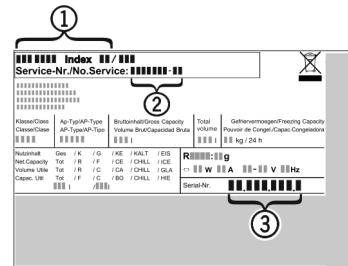

Fig. 11
- ▶ Z nazivne ploščice odčitajte oznako aparata Fig. 11 (1), servisno št. Fig. 11 (2) in serijsko št. Fig. 11 (3). Nazivna ploščica se nahaja na levi strani notranosti aparata.
- ▶ Obvestite servisno službo in jim povejte, za kakšno napako gre, povejte pa tudi oznako aparata Fig. 11 (1), servisno št. Fig. 11 (2) in serijsko št. Fig. 11 (3).